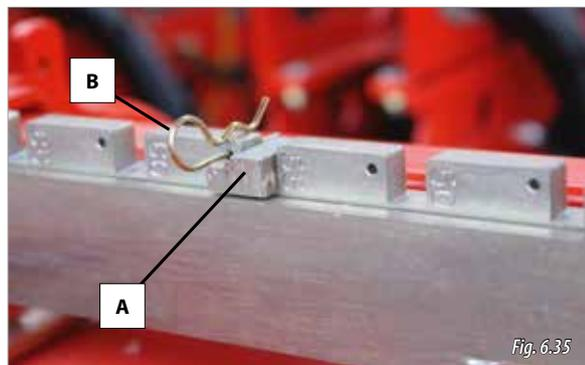

Fig. 6.35
Per regolare la separazione tra le file alle estremità, agire sui finecorsa di apertura delle aste (A, Fig. 6.35)
- 1- Rimuovere il passante (B, Fig. 6.35).